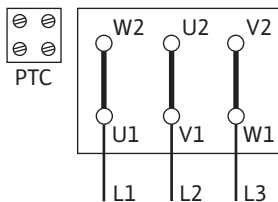

Fig. 12: Δ-zapojenie
- Sieťová prípojka závisí od výkonu motora P2, od sieťového napätia a druhu zapínania. Požadované zapojenie prepojavacích mostíkov v svorkovnici nájdete v nasledujúcej tabuľke a na Fig. 12, 13 a 14.